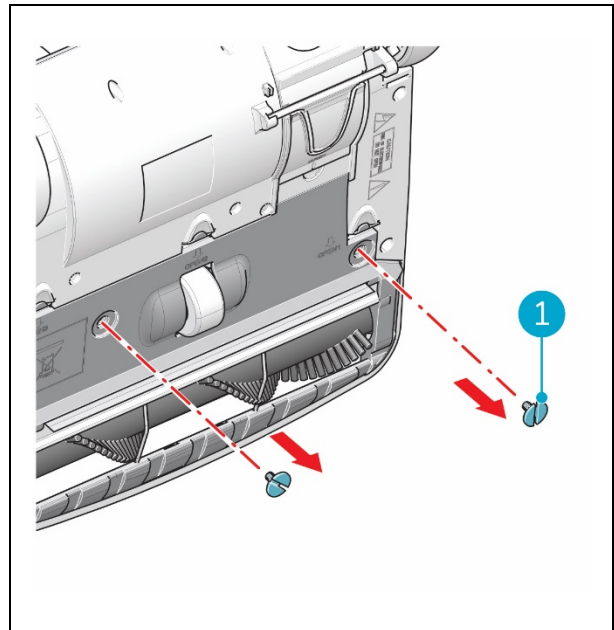

Figura 24
2. Remova os parafusos de metal (Figura 24, posição 1).
10. Aperte os parafusos de metal (Figura 24, posição 1).